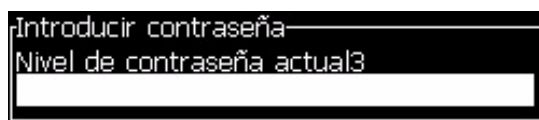

Figura 4-11. Cuadro de diálogo Enter Password (Introducir contraseña)
- 1 Pulse *Alt + w* y seleccione la opción *Enter Password (Introducir contraseña)* en el menú *Password (Contraseña)*. Como alternativa, pulse *F3* en la pantalla principal. Aparecerá el cuadro de diálogo *Enter Password (Introducir contraseña)* (consulte Figura 4-11).